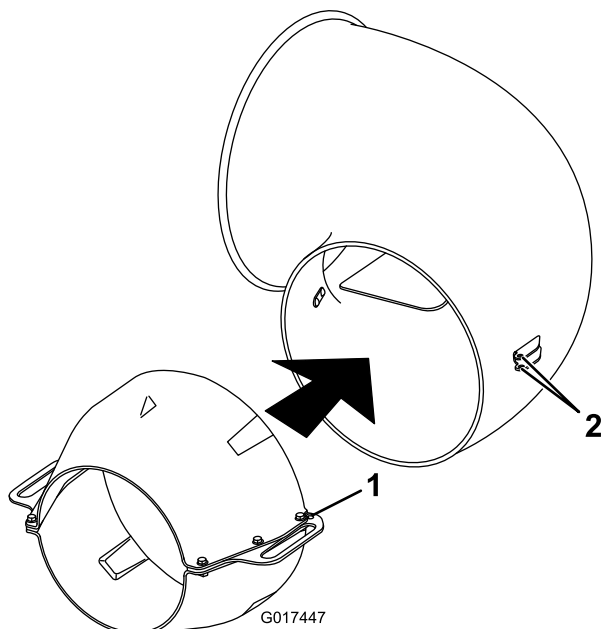

Bild 3
1. Schieben Sie die Düsenverlängerung auf die Düsen; fluchten Sie das Loch in jedem Griff mit den oberen und unteren Löchern in jeder Anbaugeräthalterung an der Düse aus (Bild 3).